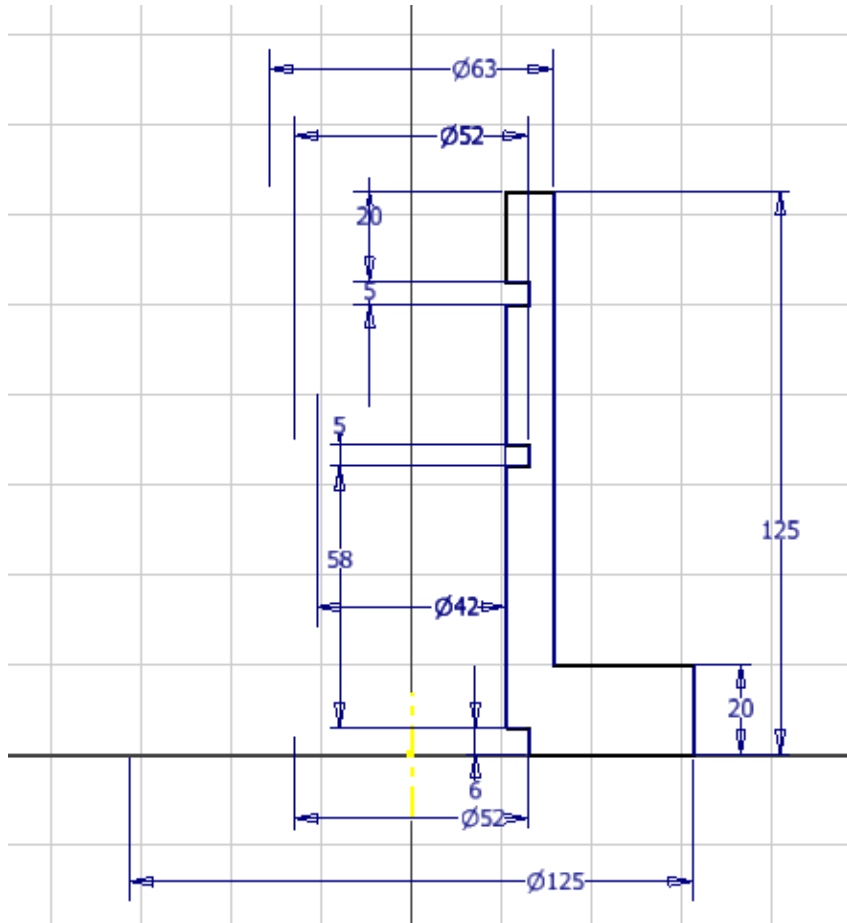

Рис. 3.30. Эскиз корпуса
- Инструментом  **Отрезок** создайте эскиз по *рис. 3.30*.
- Нанесите размеры при помощи инструмента  **Размеры** в соответствии с *рис. 3.30*.